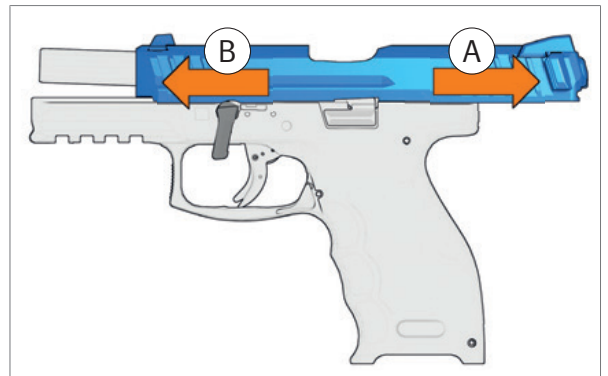

Abb. 49: Verschluss vom Griffstück schieben
4. Verschluss nach hinten ziehen und halten (Abb. 49).
5. Verschluss langsam nach vorne führen und vom Griffstück schieben (Abb. 49).